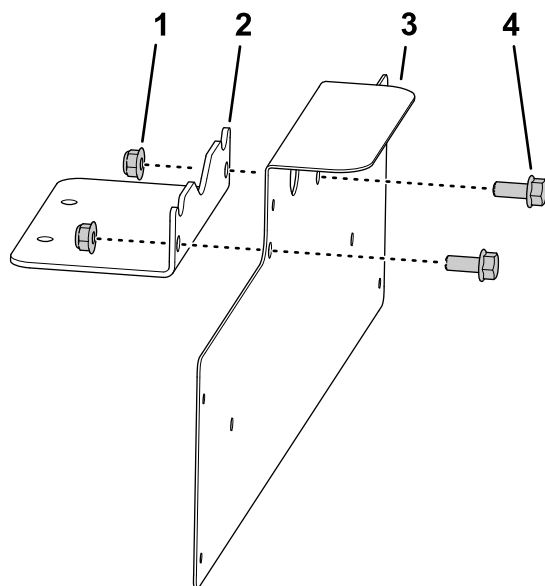

Figura 52
1. Montate la staffa della targa sulla staffa di supporto con i 2 bulloni a testa flangiata (5/16" x 3/4") e 2 dadi di bloccaggio flangiati (5/16") come illustrato nella Figura 52.